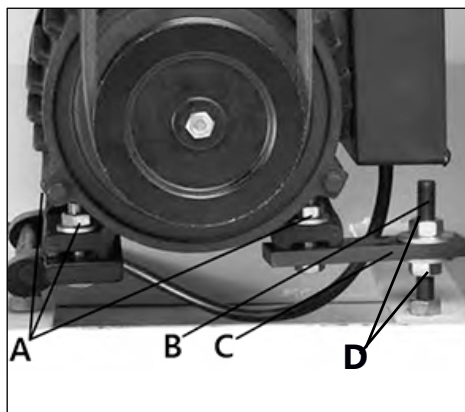

Рисунок 24.
- Чтобы настроить натяжение ремня, ослабьте гайки D (рис. 24), чтобы передвигать основание электродвигателя вверх или вниз до тех пока не получите отклонение в 12 мм, как написано в предыдущем пункте.
Для замены, отключите станок от сети. Откройте дверцу С (рис. 16), ослабьте крепеж В на пластине натяжения С, которая крепит электродвигатель к кронштейну (рис. 24).
Ослабьте крепеж А, который крепит электродвигатель к кронштейну (рис. 24). Передвигайте электродвигатель горизонтально пока шкив ножевого вала не выровняется со шкивом электродвигателя.